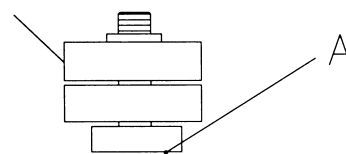

Fig. 7
- Een slechte snede kan ook worden veroorzaakt doordat de borgmoer (A, fig. 7) lossier raakt. Draai de borgmoer stevig vast om dit te verhelpen.